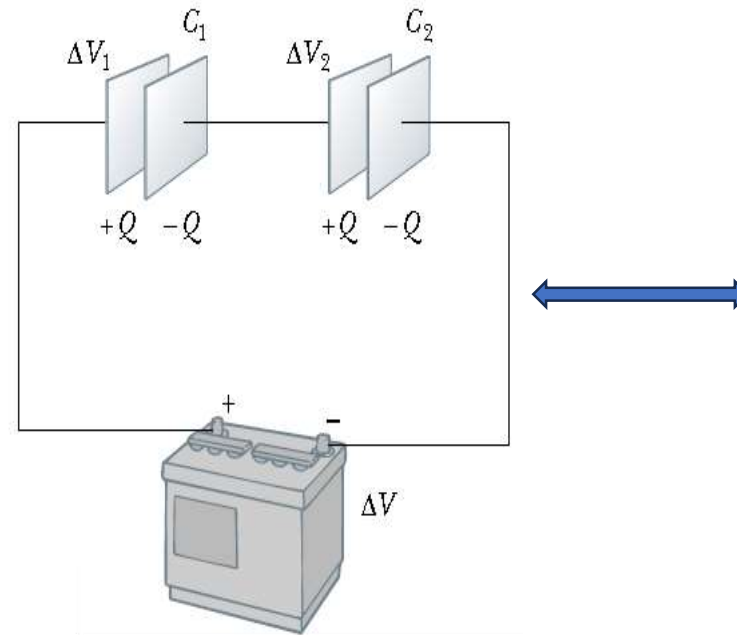
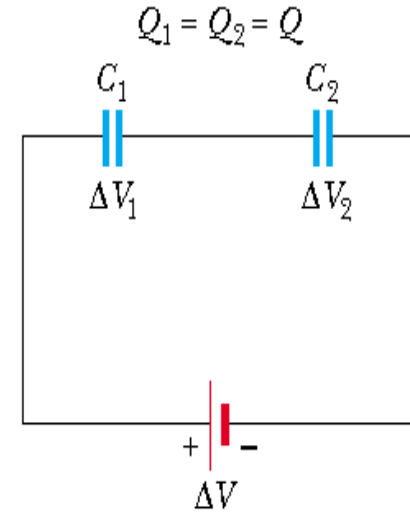

Figure 4
Figure 5
- Deux condensateurs connectés comme indiqué sur la figure 4 et le schéma de circuit équivalent de la figure 5 sont connus sous le nom de combinaison en série de condensateurs.